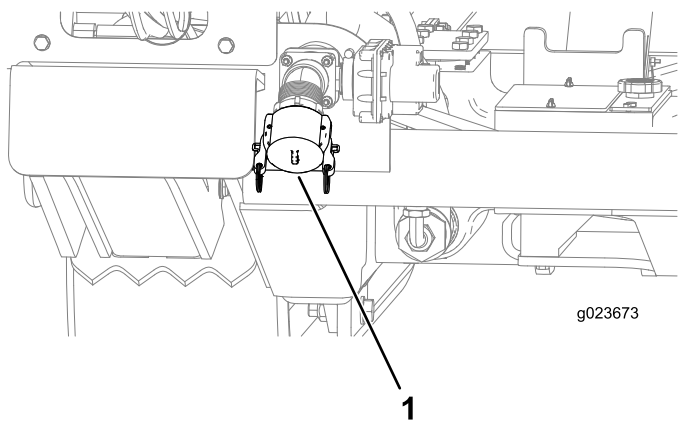

Figura 158
B. Asegúrese de que está instalado el tapón de la entrada de la bomba de fluido de perforación (Figura 158).